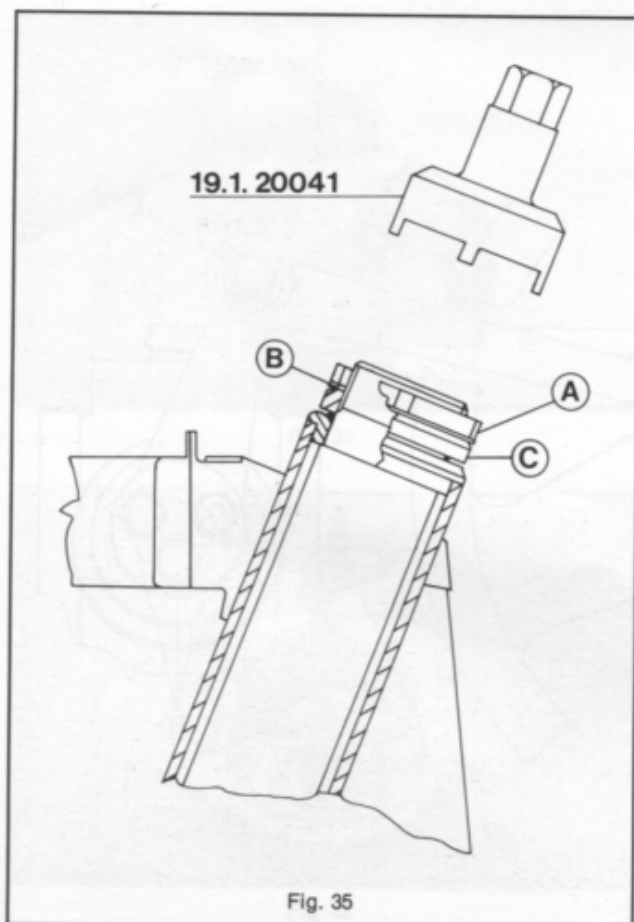

Fig. 35
Fig. 35 - Ghiera superiore cuscinetto sterzo: staccare il tubo adduzione olio dal cilindretto freno anteriore (chiudere il foro per evitare inutili perdite di olio) e con la specifica chiave 19.1.20041 togliere la ghiera «A» e la rondella freno «B» del cuscinetto superiore sterzo, alzare, con un sollevatore, il veicolo e sfilare il tubo sterzo.
**Avvertenza** - Per la rimozione della sede superiore «C» (fig. 35) non è richiesto l'impiego della chiave 19.1.20041 in quanto detto smontaggio, essendo la sede priva di filettatura ma forata sul tubo sterzo, si effettua al momento dell'estrazione del tubo sterzo.